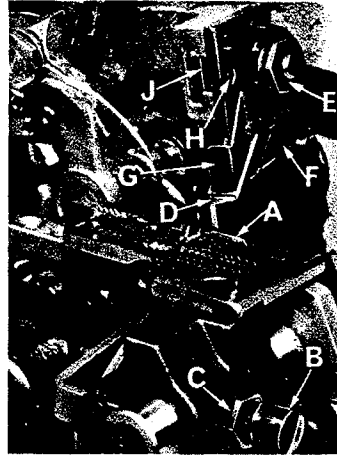

Fig. 13
Montiere den Untermesserhalter. Das Untermesser (A, Fig. 13) muß so eingestellt werden, daß seine Schneidkante mit der Oberfläche der Stichplatte eben ist. Die Einstellungen werden mittels Sechskantschraube, mit welcher das Untermesser befestigt ist, durchgeführt. Das Untermesser wird mit Federdruck gegen das Obermesser gepreßt, so daß eine seitliche Einstellung beim Verändern der Nahtbreite nicht erforderlich ist.
Setze den kompletten Obermesserhalter ein. Prätze das Obermesser (D, Fig. 13) durch anziehen der Mutter (E) fest, die Obermesserpratze (F) muß dabei soweit wie möglich im Uhrzeigersinn gegen das Obermesser gedrückt werden. In der untersten Stellung seiner Bewegung darf die vordere Schneidkante des Obermessers nicht weniger als $1/64'' = 0,4 \text{ mm}$ unterhalb der Schneidkante des Untermessers stehen. Der Kettenschuh (G) muß von der Schneidkante des Obermessers leicht zurückgesetzt sein.
Replace lower knife holder assembly. Lower knife (A, Fig. 13) should be set with cutting edge flush with throat plate surface. Adjustments are made with hexagonal head screw which holds lower knife. Lower knife is spring pressed against upper knife, so no lateral adjustment is necessary when width of trim is changed.
Replace upper knife assembly. Clamp upper knife (D, Fig. 13) in position, setting nut (E) to hold clamp (F) in its most clockwise position against upper knife. At bottom of its stroke, front cutting edge of upper knife should extend not less than $1/64'' = 0,4 \text{ mm}$ below cutting edge of lower knife. The chain guard (G) should be set down against the upper knife and slightly back from the cutting edge.